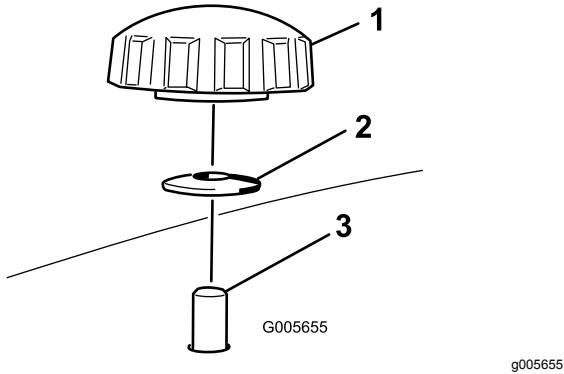
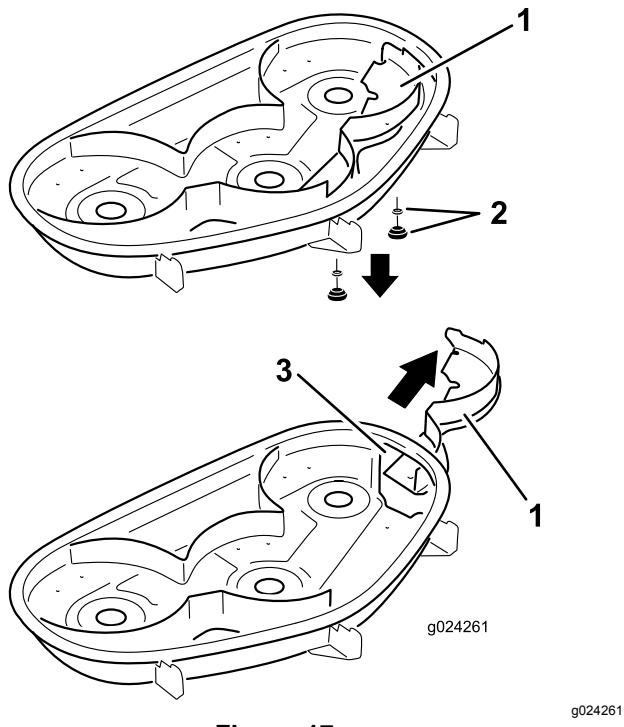

Figure 16
Figure 17
- Retirez les 2 boutons et rondelles bombées qui fixent le déflecteur droit au plateau de coupe (Figure 16).
5. Déposez le déflecteur droit et abaissez le déflecteur d'herbe sur l'ouverture d'éjection, comme montré à la Figure 16 et la Figure 17.
5. Insérez le déflecteur droit sous le plateau de coupe et fixez-le en place avec 2 boutons et les rondelles bombées (face concave vers le plateau de coupe) comme montré à la Figure 16 et la Figure 17.